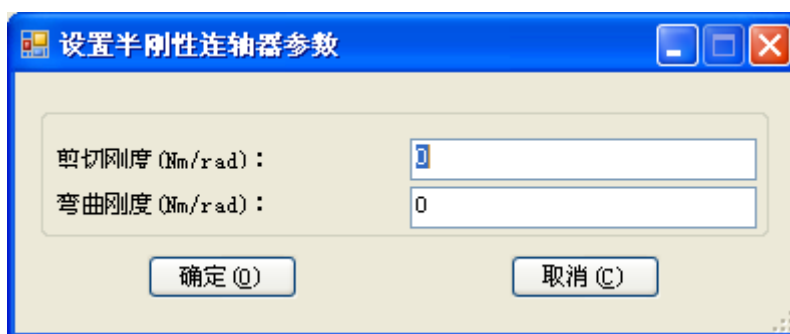

图 4.9 半刚性联轴器参数设置
- (5) 选择设为半刚性联轴器所处单元功能，系统弹出对话框，如图 4.9 所示。输入剪切刚度、弯曲刚度后即完成半刚性联轴器设置。